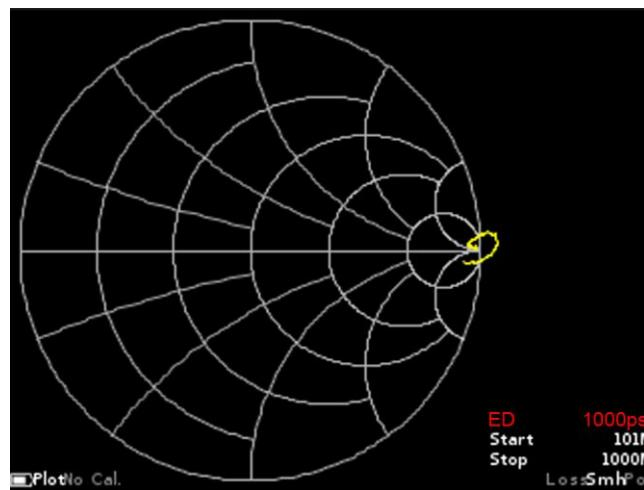

Рисунок 9.26 – Электрическая длина кабеля скомпенсирована
9.9.6. Вернитесь в режим отображения графиков Вольперта-Смита, фазы или полярной диаграммы. При необходимости точной подстройки времени компенсации, включите опцию Electrical delay tune mode, переведя слайдер и кнопками перемещения (8) произведите точную подстройку времени компенсации, при котором график на диаграмма Вольперта-Смита и полярной диаграмме стягивается в окружность с минимальным радиусом, а график фазы станет горизонтальным (Рисунок 9.26).